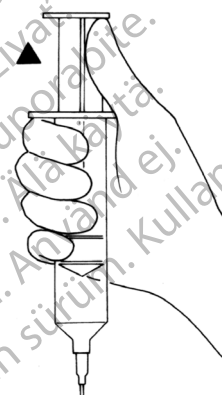

Figura 4-3a. Aspirati aerul
5. Aspirati orice aer rămas în balonaș până când simțiți rezistență la pistonul seringii. (Figura 4-3a)